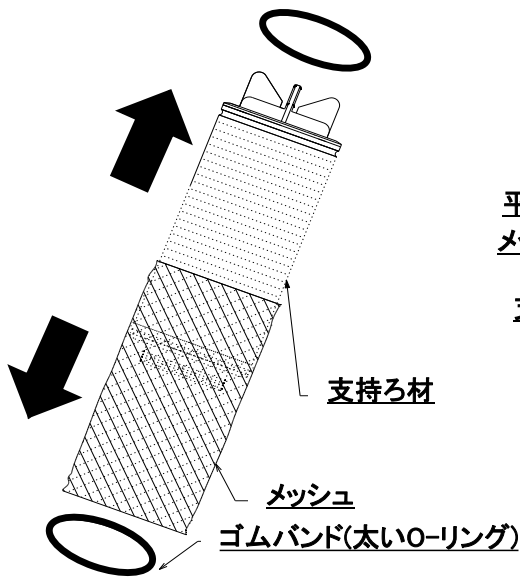

図5. メッシュ取り外し方法
- 5) メッシュを止めている上下2個の『ゴムバンド(太いO-リング)』を取り外し支持ろ材からメッシュを抜いてください。(図5)